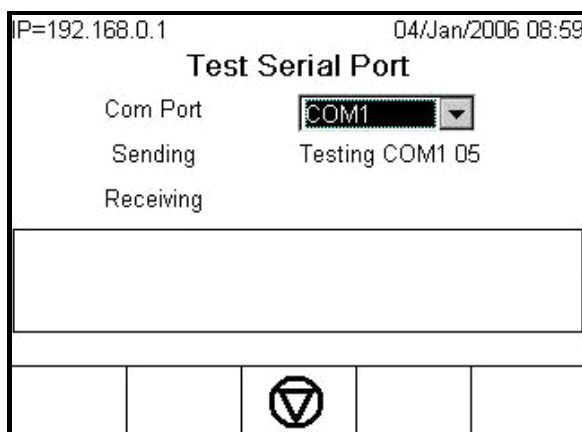

Figura 3-23: Pantalla de prueba serial
- Presione la tecla programable INICIAR  y se envía una cadena de datos en forma repetida aproximadamente una vez cada tres segundos (Figura 3-23). Los datos son: [Probando COMx: nn] en donde "x" es el puerto COM y "nn" es un valor en incremento que comienza en 00 y continúa hasta 99. Cada transmisión incrementa este número en uno.